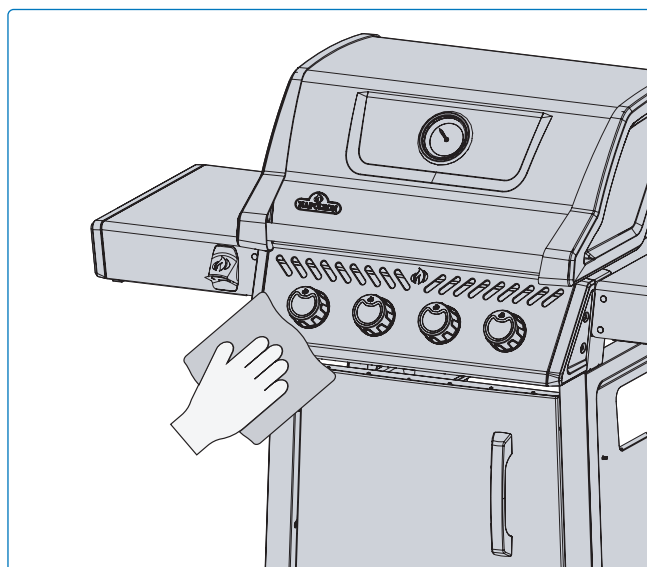

Fig. 24
- Les pièces en acier inoxydable se décolorent avec le temps sous l'effet de la chaleur, prenant une teinte dorée ou brune. Ce phénomène est normal et n'affecte pas les performances du grill (**Fig. 24**).